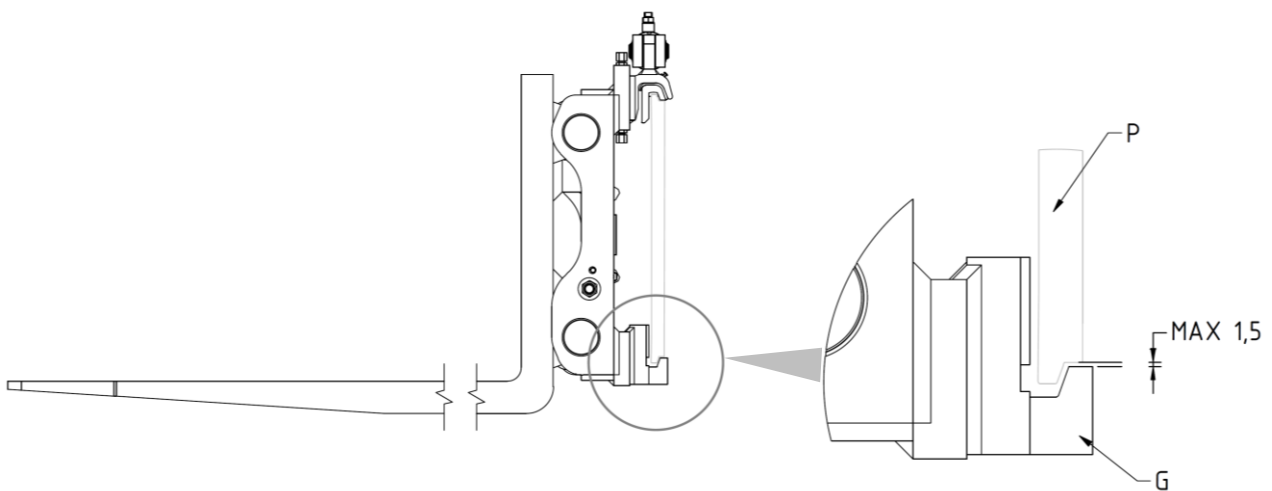

Figure 10
11. Revisser les 2 crochets inférieurs **G** de manière à ce que le corps de ces derniers reste accroché aussi en bas du tablier porte-fourches **P** (avec un jeu max. de 1,5 mm, voir détail *Figure 10*), en serrant avec le couple de serrage indiqué dans le *Tableau 4*.
3. Contrôler le jeu entre la partie inférieure du tablier porte-fourche et les crochets inférieurs de l'équipement, en vérifiant qu'il est conforme aux indications du *Figure 4* (page 11) et *Figure 10* (page 16) et, éventuellement, intervenir sur le serrage des vis qui les soutiennent.